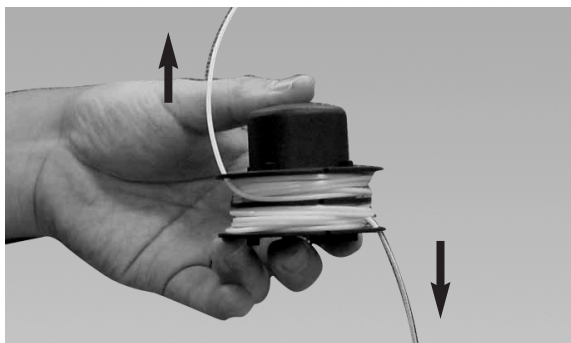
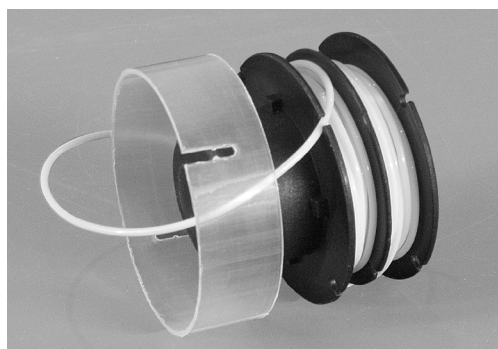
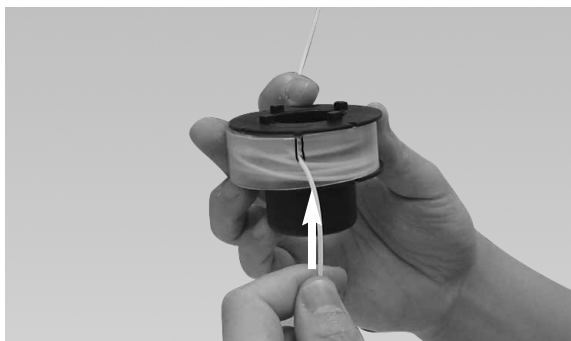
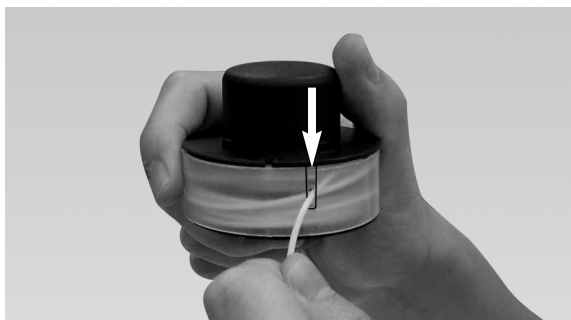

Fig. 23
Fig. 24
Fig. 25
Fig. 26
6. Ajuste los extremos de la línea en las ranuras opuestas en el rotor (Fig. 23) Coloque el retenedor de línea de plástico transparente de nuevo sobre la línea y el rotor (Fig. 24) Jale la línea hasta la ranura inferior en el retenedor de la línea de plástico transparente (Fig. 25) Jala la línea superior hacia la ranura superior (Fig. 26).